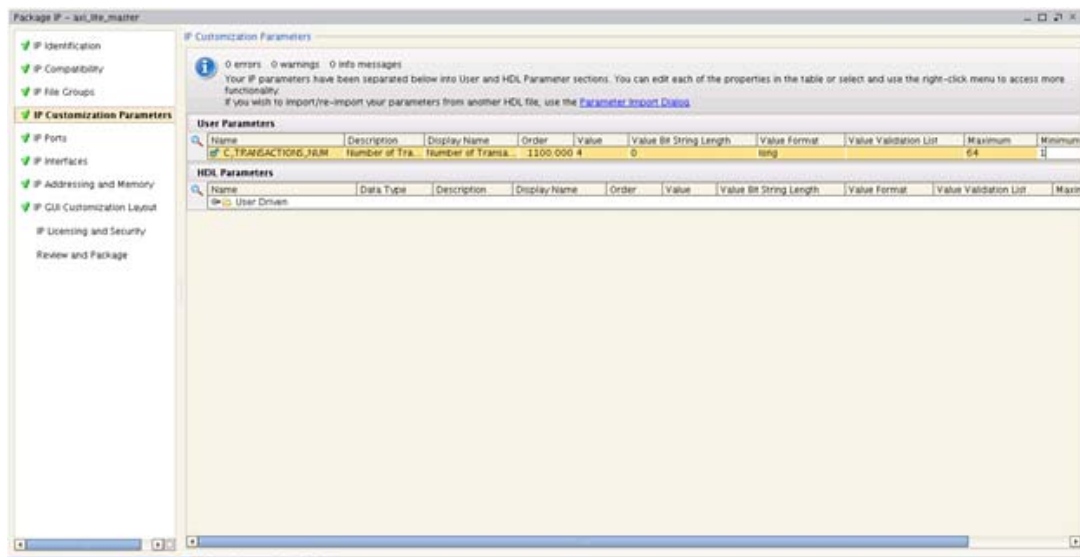

図 17 : AXI4-Lite マスターの [IP Customization Parameters] ページ
1. [IP Customization Parameters] をクリックします。[User Parameters] 表で、C_TRANSACTIONS_NUM の次のように各フィールドを更新します (図 17)。